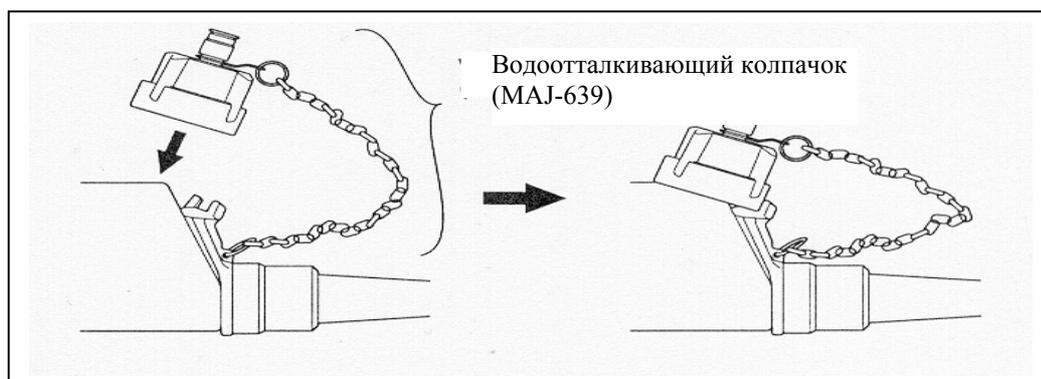

Рисунок 3.13
4. Перед эксплуатацией надежно наденьте водоотталкивающий колпачок на разъем эндоскопа (См. рисунок 3.13).